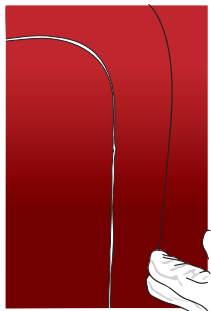

Figure 09
- Chauffer entre 40°C et 50°C la partie creuse non coupée et descendre votre doigt de façon à plaquer l'adhésif. (FIG. 09)